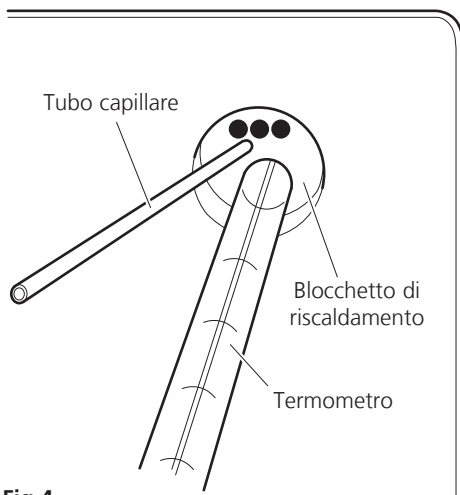

Fig 4
3. Inserire il tubo capillare nel lato del blocchetto di riscaldamento tramite gli appositi fori (v. Fig. 4). È possibile inserire fino a 3 tubi capillari contemporaneamente.